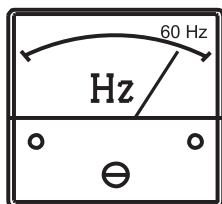

Figure 35. Fréquencemètre
10. Le **fréquencemètre** du générateur (Figure 35) affiche la fréquence de sortie à 60 cycles en **HERTZ**.